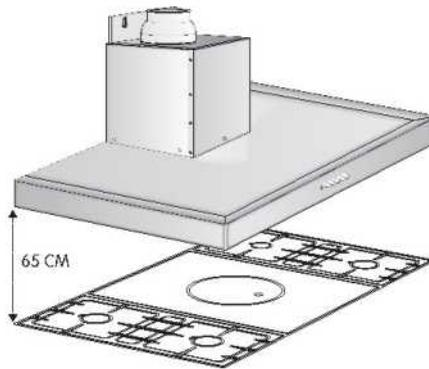

Fig. 5
- Cuelgue de manera resistente el cuerpo de la campana a la pared, teniendo en cuenta que la distancia entre la encimera y la parte de abajo de la campana no tiene que ser inferior a 65 cm, utilizando los dos tornillos adjuntos M5 x 40 (Fig.5-A).
- Pendurar firmemente o corpo da coifa à parede utilizando os 2 parafusos M5 x 40 em dotação, levando sempre em conta que a distância entre o plano de cozimento e a parte inferior da coifa não deve ser inferior a 65 cm. (Fig. 5-A).